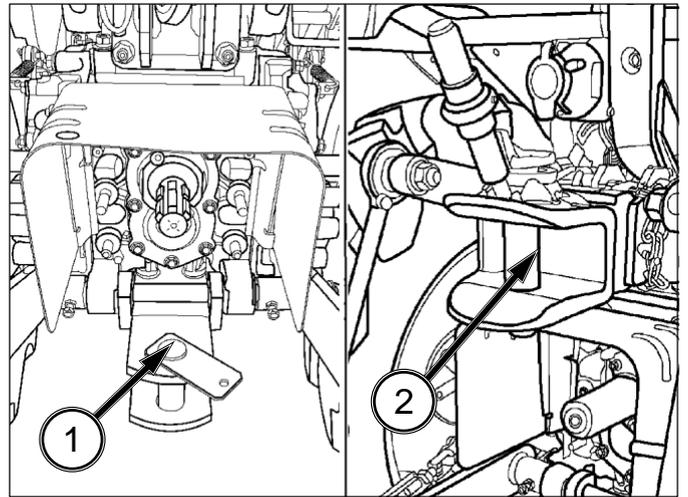

FIG. 76
FIG. 76: El tractor de tipo E4 está equipado con un enganche trasero (TRH - 1776A) (1). El enganche situado en la parte posterior del tractor permite enganchar a este equipos destinados a ser remolcados. El tractor no dispone de circuito de frenos para el remolque.